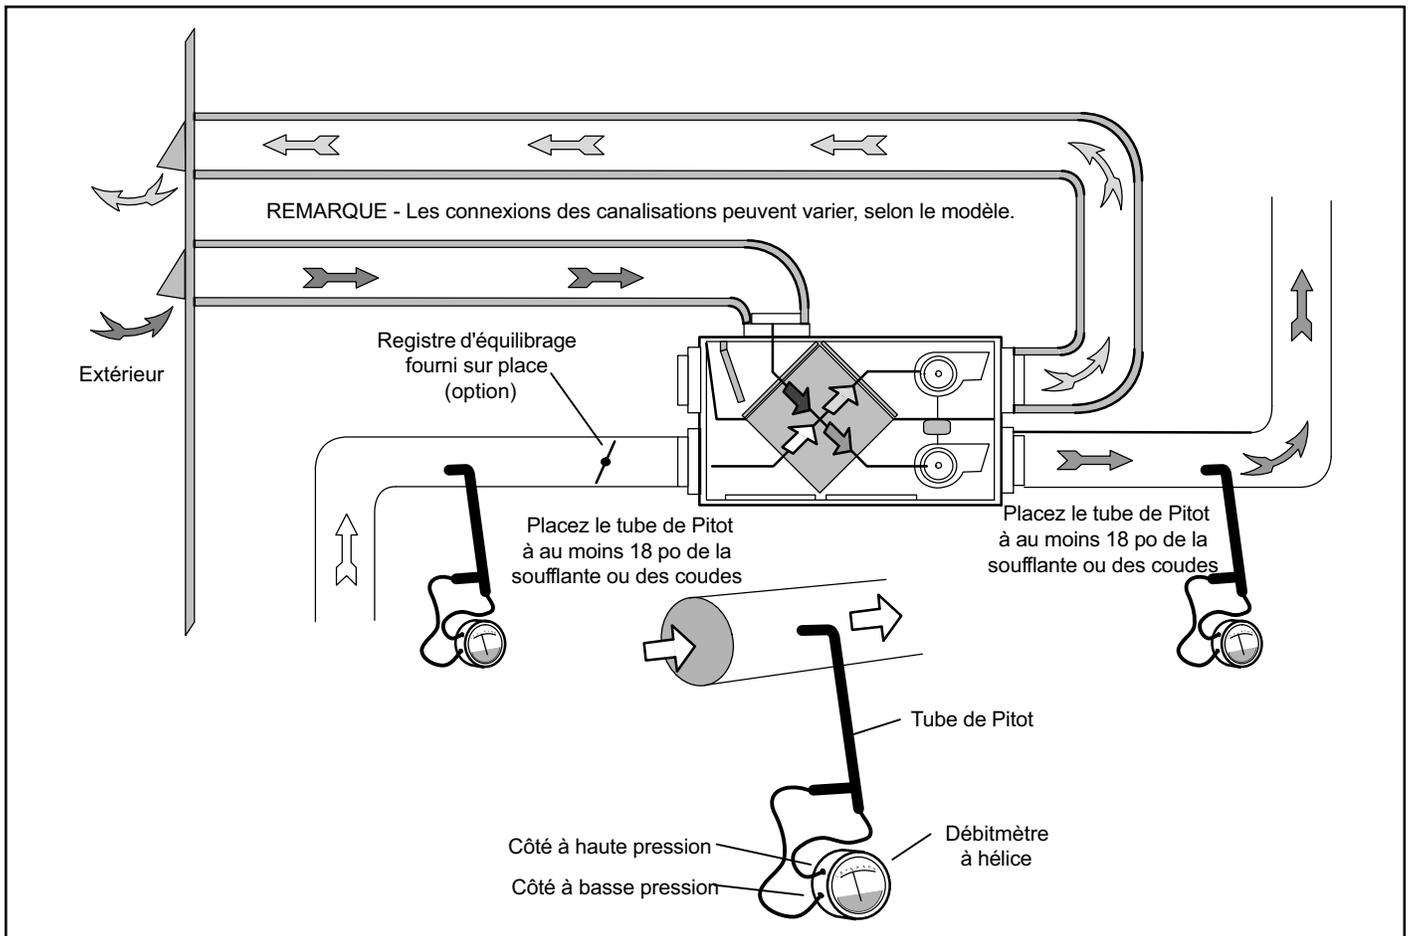

Figure 30. Placement du tube de Pitot dans un système à VRC/HRV ou VRE/ERV
5. **Mesure de l'air vicié** — Introduisez les deux raccords en caoutchouc provenant de l'instrument de mesure dans les orifices d'équilibrage de l'AIR VICIÉ (voyez la figure 30). Scellez les orifices d'équilibrage de l'AIR NEUF (en haut à gauche et en bas à droite) avec du ruban adhésif. Notez la lecture obtenue.